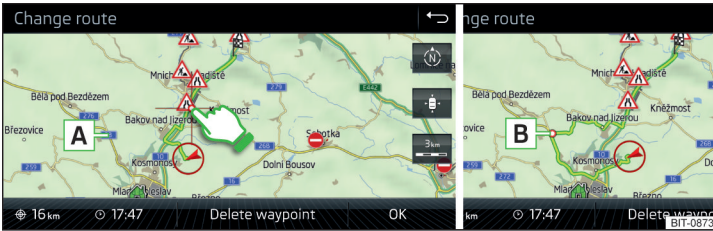

Abb. 248 Routenänderung in der Karte / Routendurchfahrtspunkt
- Den Bildschirm im Routenbereich berühren und den Kreuzpunkt auf die gewünschte Stelle in der Karte (z. B. **A**) » Abb. 248) verschieben.
Der Durchfahrtspunkt **B** » Abb. 248 wird in die Route eingefügt.